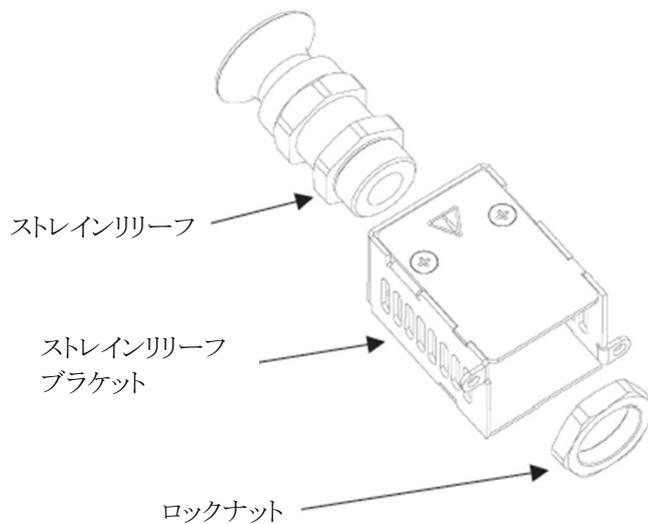

図4-5 ストレインリリーフブラケットへのストレインリリーフ及びロックナット取り付け方法 (GH1.5kW)
2. 図4-5に示すようにストレインリリーフをストレインリリーフブラケットに挿入してください。その後ロックナットをストレインリリーフブラケットの内部で締めてください。このときの締め付けトルクは手で調節ください。ストレインリリーフ、ストレインリリーフブラケット、ロックナットは製品に同封されています。